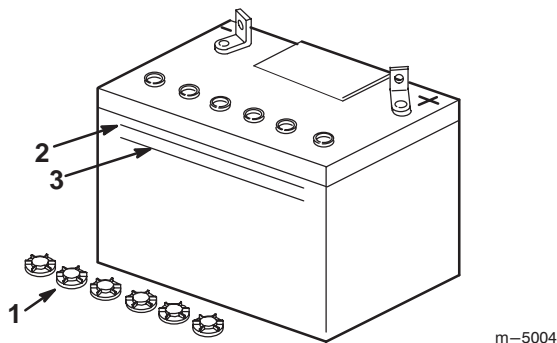

Figure 26
4. Observez le côté de la batterie. Le niveau de l'électrolyte doit atteindre le trait supérieur (Fig. 26). Ne laissez pas l'électrolyte descendre en dessous du trait inférieur (Fig. 26).
3. Retirez les bouchons de remplissage de la batterie (Fig. 26).
4. Versez de l'eau distillée avec précaution dans chaque élément jusqu'au repère supérieur (Fig. 26) sur le côté de la batterie.
5. Attendez cinq à dix minutes après avoir rempli les éléments. Ajoutez de l'eau distillée au besoin, pour amener le niveau au repère supérieur (Fig. 26) sur le côté de la batterie.